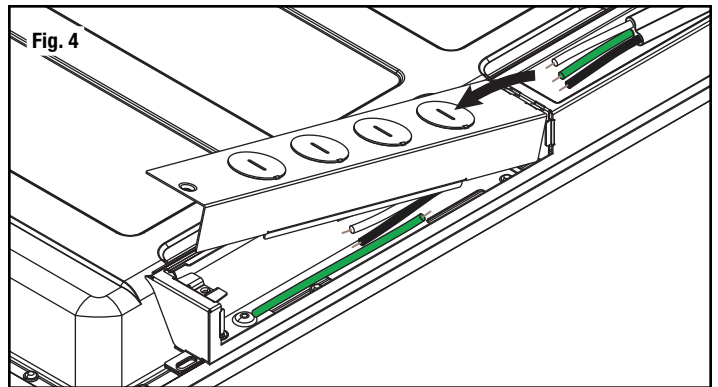

Fig. 4
2. Bring in a power supply line through one of the knockouts on the cover [Fig. 4].
2. Passez un câble d'alimentation dans l'une des débouchures sur le couvercle [Fig. 4].
2. Introduzca una línea de alimentación a través de uno de los orificios ciegos de la cubierta [Fig. 4].